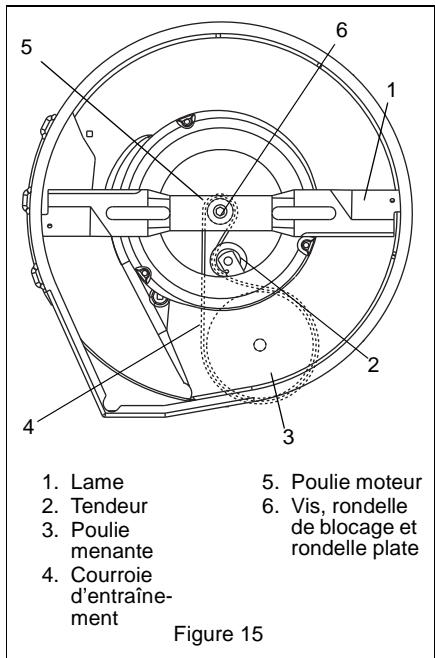

Figure 15
3. Retirer la courroie du tendeur puis de la poulie d'entraînement, et enfin, de la poulie moteur (Figure 15).